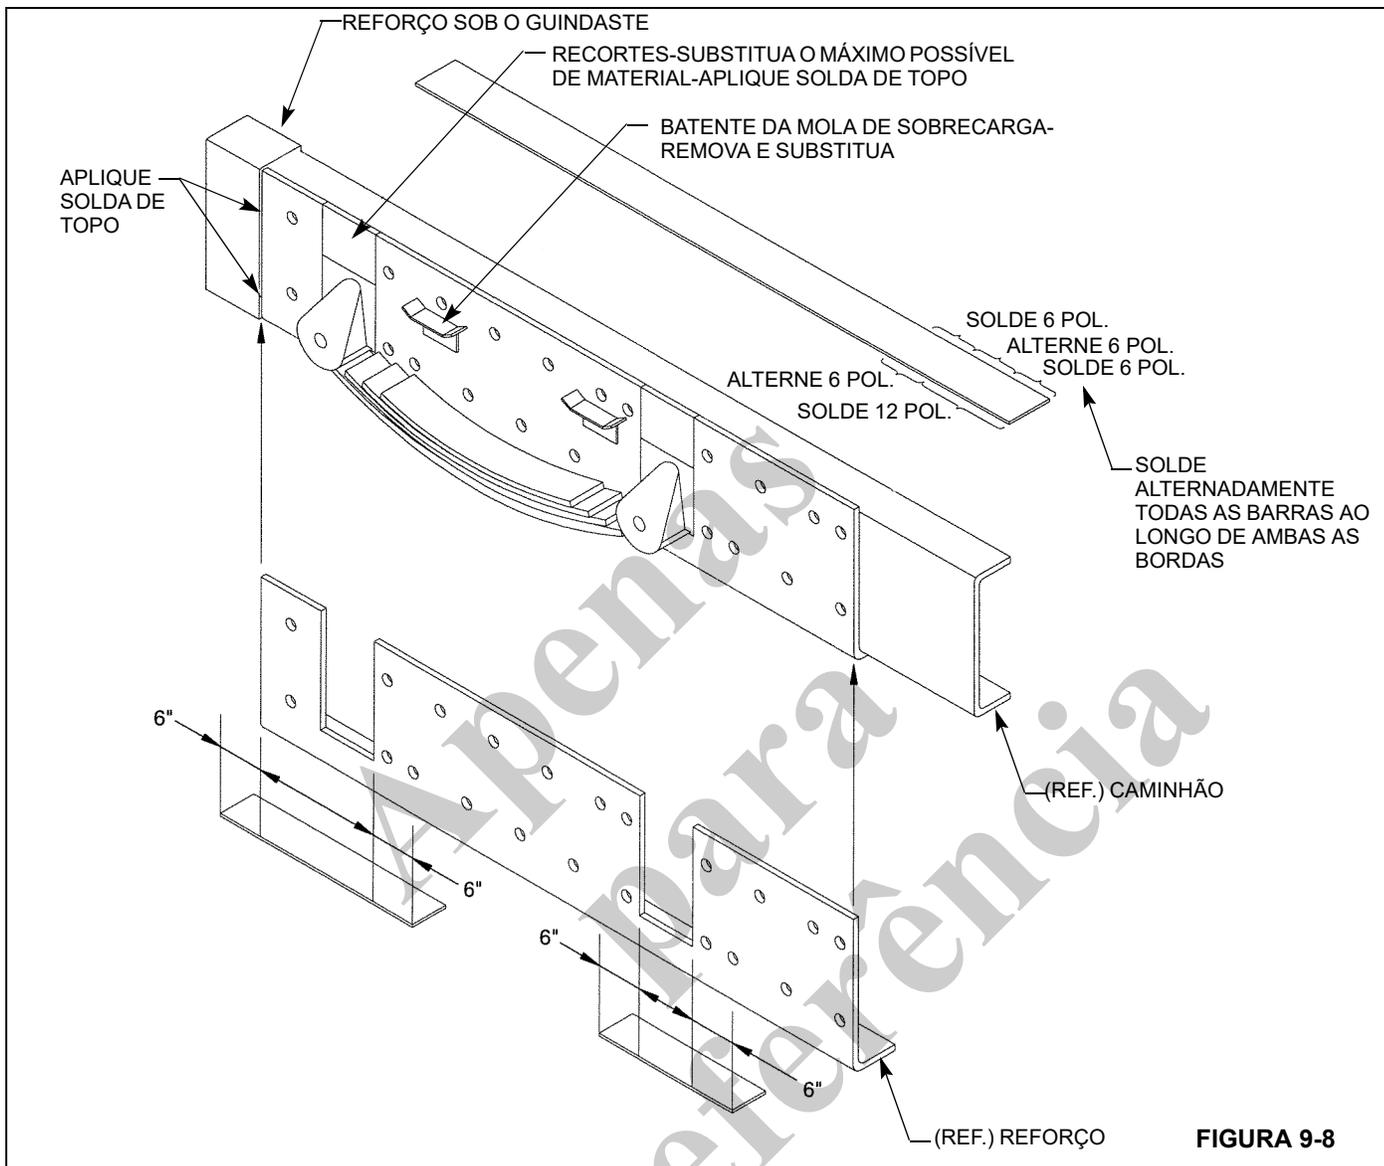

FIGURA 9-8
6. Se a estrutura até a suspensão traseira não atender às especificações mínimas do RBM e do módulo da seção conforme mostrado na tabela *Resistência da estrutura do caminhão*, página 9-7, ela pode ser reforçada adicionando uma cantoneira de reforço, conforme a Figura 9-8.